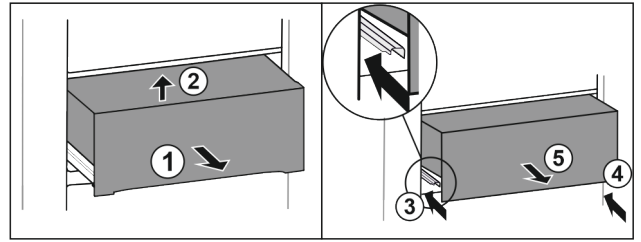

Fig. 28\*
- Schuiflade er half uitschuiven Fig. 28 (1).\*
- Aan voorzijde optillen Fig. 28 (2).\*
- Linker rail erin schuiven Fig. 28 (3).\*
- Rechter rail erin schuiven Fig. 28 (4).\*
- Lade er naar voren uitnemen Fig. 28 (5).\*